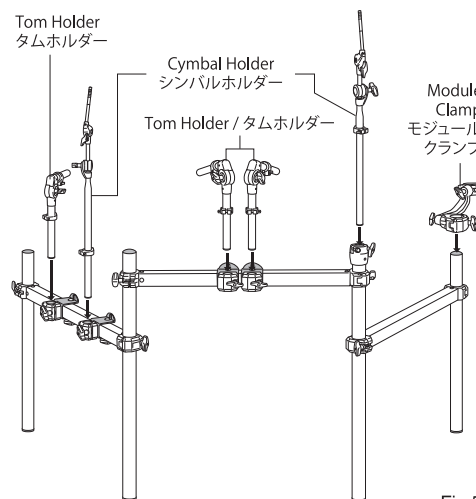

Fig.5
5. Attach the Module Clamp to the leg (short) and install Cymbal Holders and Tom Holders as shown (Fig.5). Then adjust to the desired position.
Note: Fig.5 will arrange a standard (RH) five-piece drum set configuration.
右手側のレッグパイプ (短) にモジュールクランプを取り付け、お好みの位置にシンバルホルダーとタムホルダーも取り付けます。Fig.5は、一般的な、2UP、1DOWNと呼ばれるセッティングを示しています。